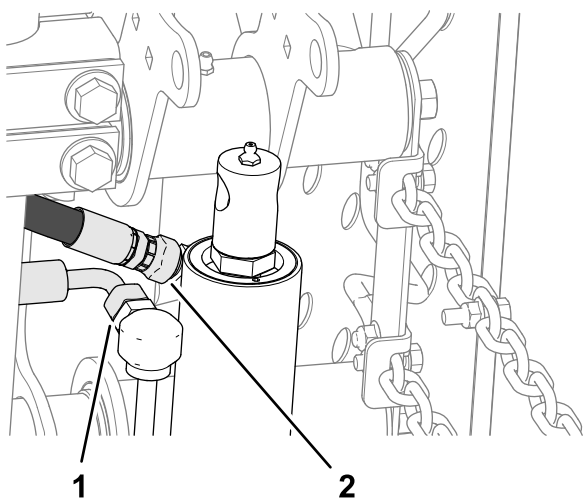

Рисунок 12
2. На гидроцилиндре подъема ослабьте прямой поворотный штуцер шланга линии возврата и прямоугольный поворотный штуцер шланга линии подъема (Рисунок 12).